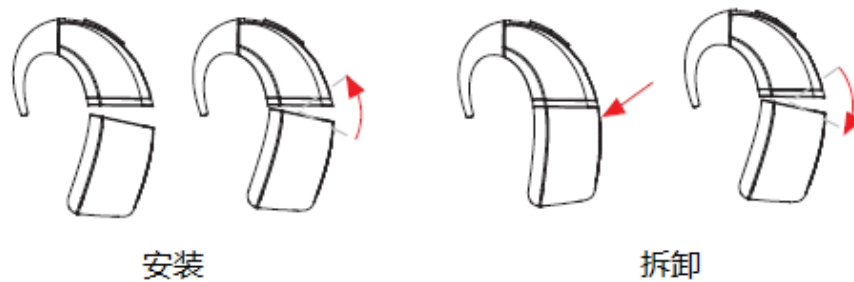

图 12 耳背式电池与信号处理单元的连接与拆卸示意图
8.1.1 耳背式电池与信号处理单元的连接与拆卸，如图 12 所示：